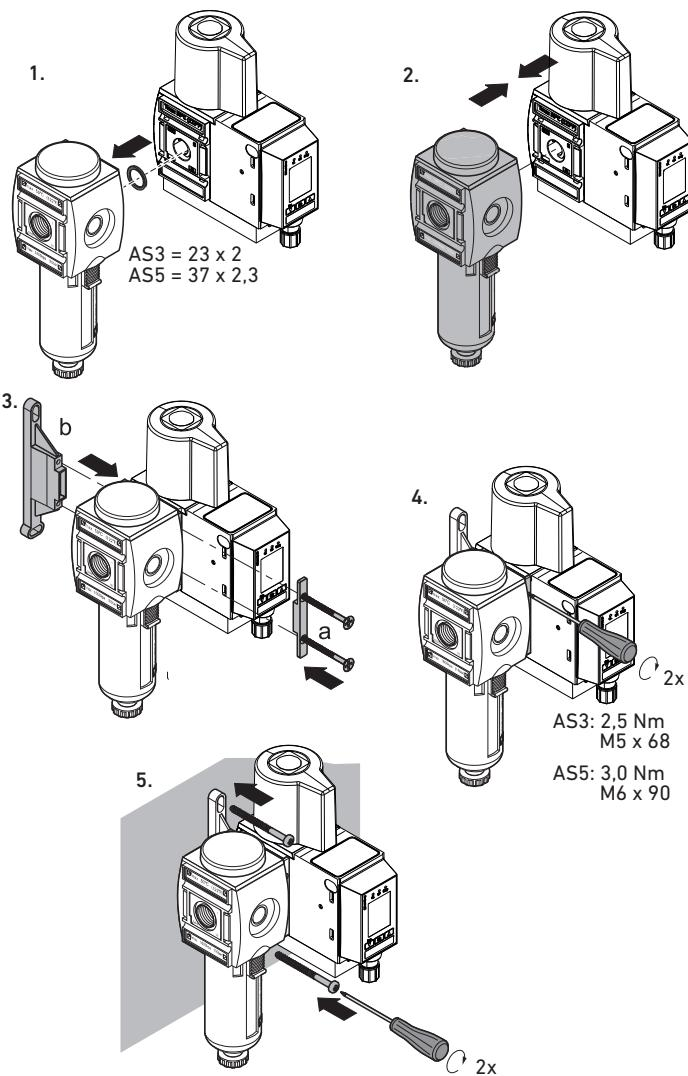

Fig. 4: Fijación de la EV1X con fijación para pared adicional
- i** Si bloquea cuatro o más componentes, después de cada dos válvulas, en lugar de un elemento de conexión, debe usar una fijación para pared adicional W03 - R412007370 (véase la Fig. 4).
Para conectar la válvula con los componentes de la unidad de mantenimiento, proceda como se representa en la Fig. 4: